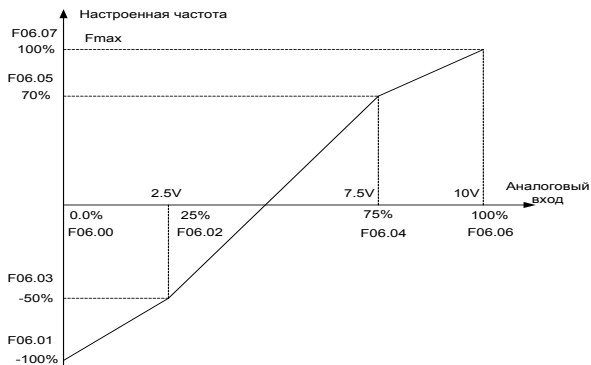
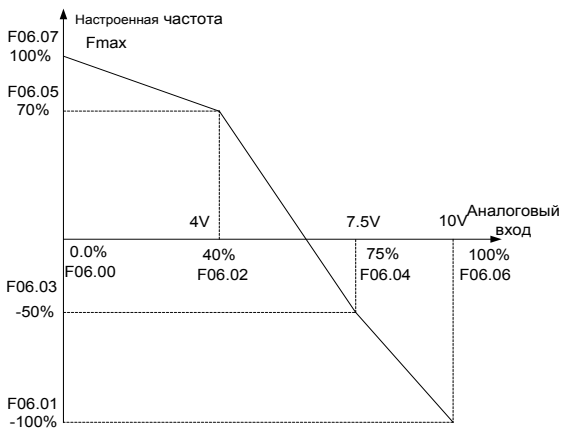

Рисунок 6-16 (1)
Рисунок 6-17 (2)
См. рисунок 6-16(1) и рисунок 6-17 (2) для смещения ввода-вывода таблицы 6-3 (1) и таблицы 6-3 (2) соответственно.